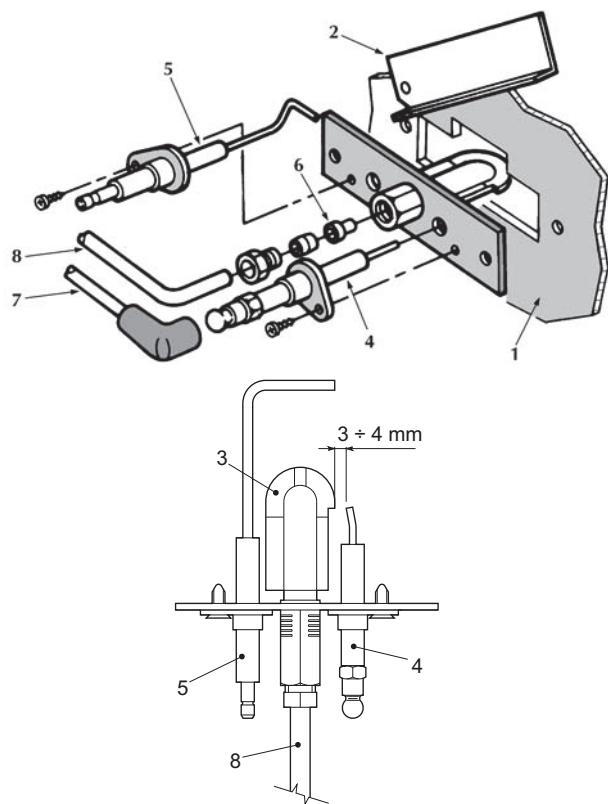

fig. 8 - Bruciatore pilota
- Gli elettrodi devono essere liberi da incrostazioni e correttamente posizionati (vedi fig. 8).
Dopo alcuni tentativi d'accensione, la centralina elettronica mette in blocco la caldaia.	Pulire con aria compressa gli ugelli dei bruciatori pilota. Controllare che l'arrivo del gas alla caldaia sia regolare e che l'aria sia stata eliminata dalle tubazioni. Controllare che gli elettrodi siano correttamente posizionati e senza incrostazioni (vedere fig. 8). Verificare che la caldaia sia allacciata ad una buona connessione di terra. Controllare i collegamenti agli elettrodi d'accensione e di ionizzazione.
In fase d'accensione, non avviene la scarica tra gli elettrodi.	Controllare che gli elettrodi siano correttamente posizionati e senza incrostazioni (vedere fig. 8). Termostato di regolazione regolato troppo basso. Controllare l'alimentazione elettrica. Controllare i collegamenti agli elettrodi d'accensione e di ionizzazione. Controllare i collegamenti alla centralina elettronica di controllo fiamma. Verificare che non siano invertiti FASE-NEUTRO e che i contatti alla massa siano efficaci. Verificare la pressione del gas in entrata e eventuali pressostati gas aperti. Riamare il termostato di sicurezza. Assicurarsi che il termostato ambiente sia chiuso.